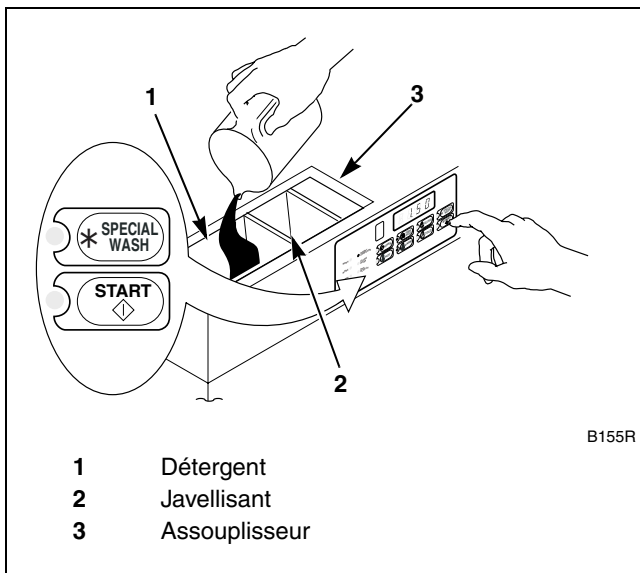

Figure 14
8. Verser du détergent dans le compartiment 1 et de l'adoucisseur dans le compartiment 3. Appuyer sur la touche START (démarrage). Se reporter à la *Figure 14*.